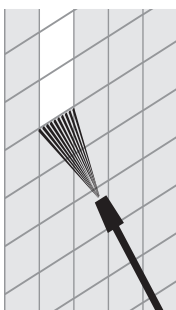

Fig. 9
- > Rode a pistola de pulverização (2) para limpar no ângulo pretendido (Figs. 9, 10).